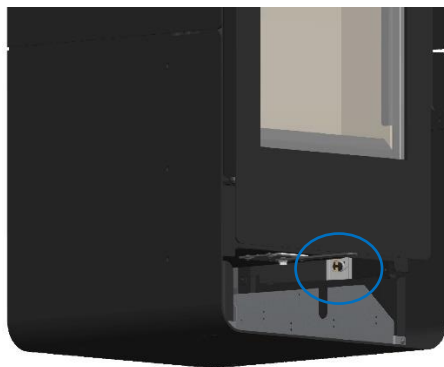

Figura 40 - Fixação do termostato do kit de ventilação
* Fixe o termostato do kit de ventilação na lateral do equipamento, Figura 40;